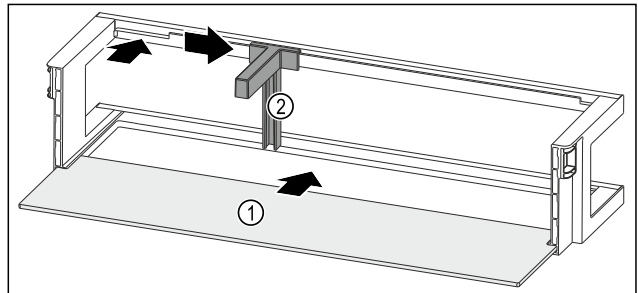

Fig. 279 Лотки на дверцятах з полицею
- Всуňte полицю Fig. 279 (1) в бокові пази.
- Вставте тримач пляшок Fig. 279 (2) у паз.
- Пересуньте тримач пляшок Fig. 279 (2) убік до бажаної позиції.